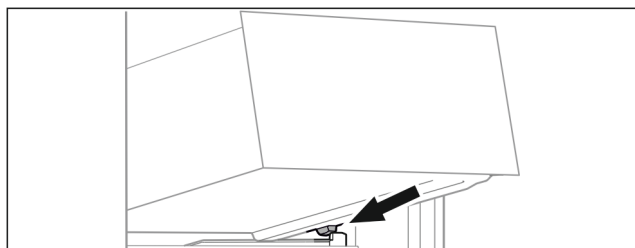

Fig. 104
- Lade schuin achter de stoppers op containerrib plaatsen. (zie Fig. 104)